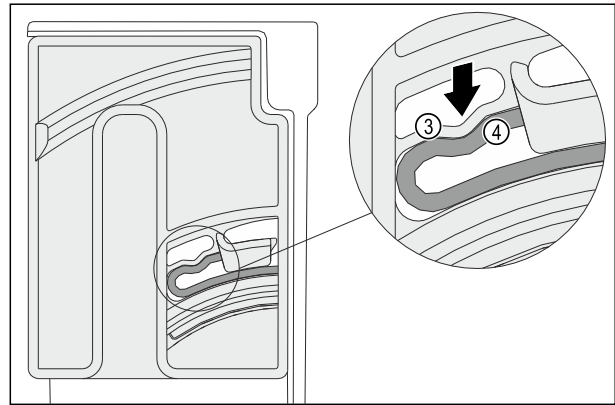

Fig. 128
- Elastisches Element Fig. 128 (3) der Dreheinheit rastet hörbar in der Rundform der Rippe Fig. 128 (4) ein.